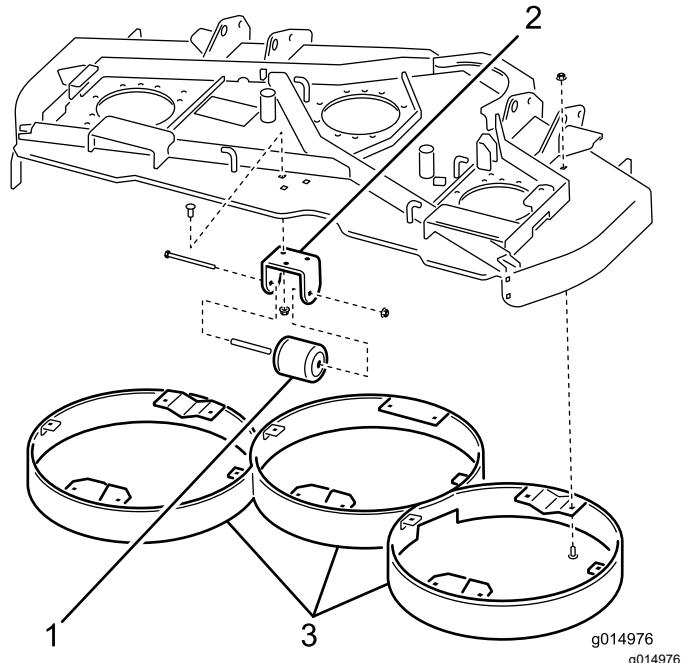

Figure 1
3. Déposez l'écrou, le boulon et l'entretoise qui fixent le galet au support de montage et déposez le galet (Figure 1).
4. Retirez les boulons de carrosserie et les écrous qui fixent le support du galet à la face inférieure du plateau de coupe, et déposez le support (Figure 1).
5. Retirez les boulons de carrosserie et les écrous à embase qui fixent les déflecteurs central, gauche et droit à la face inférieure du plateau de coupe et déposez les déflecteurs (Figure 1).